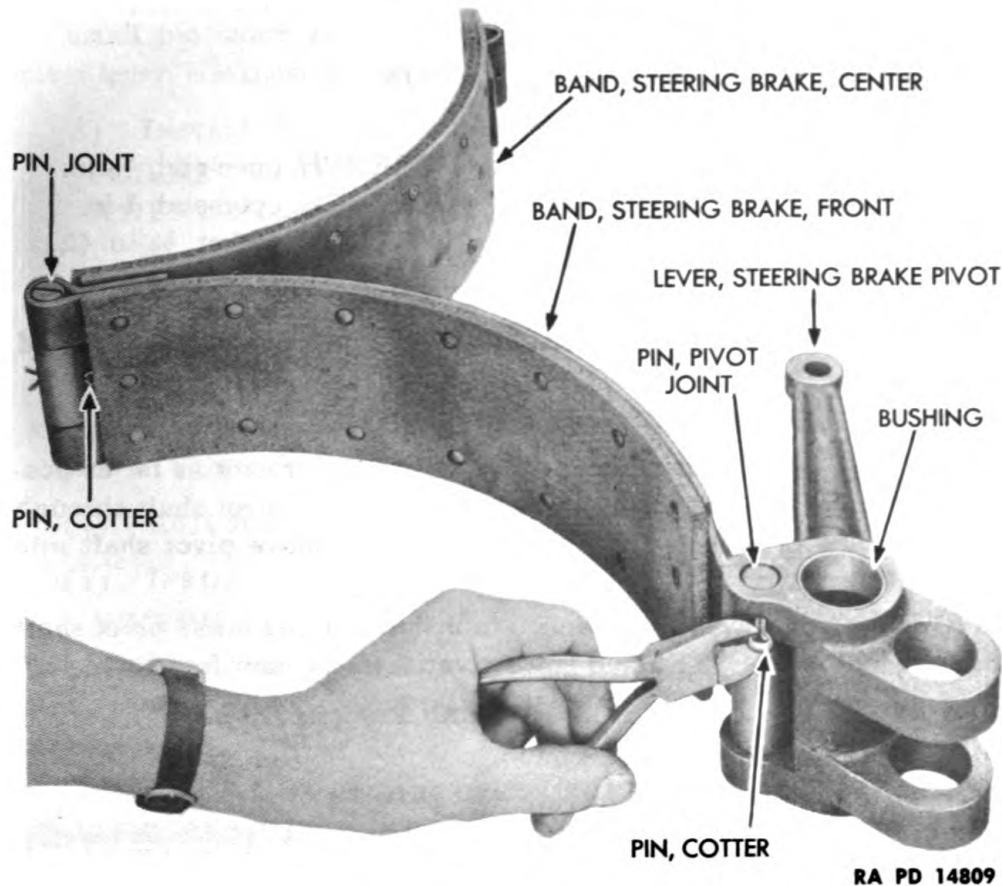

Figure 77 – Steering Brake Pivot Lever, Removal
(2) **REMOVE STEERING BRAKE PIVOT LEVER** (fig. 77).
(3) **REMOVE BUSHINGS FROM STEERING BRAKE BAND PIVOT LEVER** (fig. 77).
(4) REMOVE CENTER STEERING BRAKE BAND FROM FRONT STEERING BRAKE BAND (fig. 77).
(1) **ATTACH CENTER STEERING BRAKE BAND TO FRONT STEERING BRAKE BAND (fig. 77).**
(2) **INSTALL BUSHINGS IN STEERING BRAKE PIVOT LEVER (fig. 77).**
(3) INSTALL STEERING BRAKE PIVOT LEVER (fig. 77).